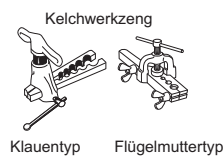
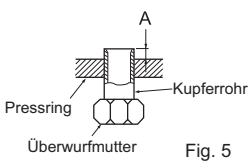

Fig. 4
Fig. 5
- 5) Führen Sie den Ablaufschlauch in die Ablassmulde hinten rechts an dem Innengerät ein. (Fig. 4)
- 6) Führen Sie den Ablaufschlauch durch die Wanddurchbruchhülse (C) und haken Sie den oberen Teil des Innengerätes an der Montagetraverse (1) ein. Bewegen Sie das Innengerät dann vollständig nach links, damit Sie die Verrohrung einfacher an der Rückseite des Geräts anbringen können.
- 7) Schneiden Sie ein Stück Karton aus der Versandverpackung, rollen Sie dieses an und haken Sie es an der Rückseite fest. Verwenden Sie die Kartonrolle als Abstandshalter beim Heben des Innengerätes. (Fig. 5)
- 8) Verbinden Sie die Kältemittelleitung mit dem Verlängerungsrohr (B).
- 9) Schieben Sie den unteren Teil des Innengerätes in die Montagetraverse (1).
- Kelchen (Fig. 4, 5). Achten Sie darauf, dass das Kupferrohr die in der Tabelle angegebenen Abmessungen einhält. Wählen Sie A mm aus der Tabelle in Übereinstimmung mit dem verwendeten Werkzeug.